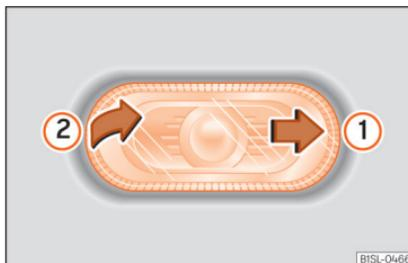
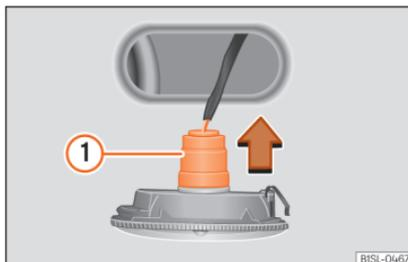

Abb. 56 Seitliche Blinkleuchte ausbauen.
Abb. 57 Seitliche Blinkleuchte: Glühlampentausch.
- Mit einer Hand die seitliche Blinkleuchte nach hinten schieben »» **Abb. 56 ①.**
- Die seitliche Blinkleuchte aus der Karosserie heraushebeln ②.
- Lampenhalter mit der Glühlampe in Pfeilrichtung »» **Abb. 57 ①** herausziehen.